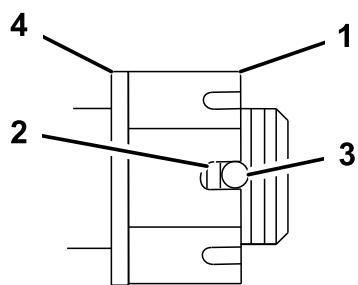

Figure 54
5. Mesurez l'espace entre la base de la fente de l'écrou et le bord intérieur du trou. On ne doit pas voir plus de deux filets (Figure 54).
7. Serrez l'écrou crénelé à 170 N m (Figure 54).
8. Serrez l'écrou jusqu'à ce que la série de fentes suivante soit en face du trou de l'axe (Figure 54).
4. Serrez l'écrou crénelé à 170 N m (Figure 54).